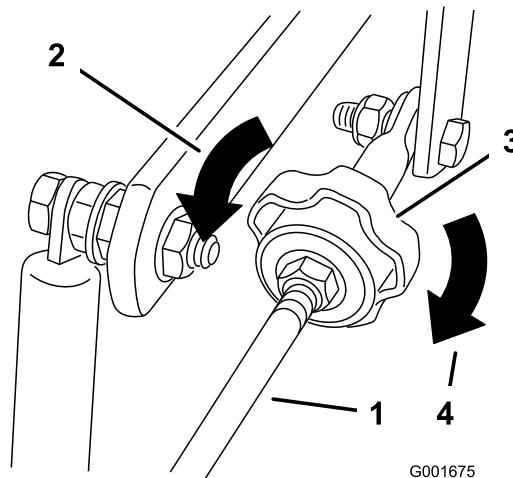

Figure 43
4. Pour que la machine tire à droite, tournez le bouton vers la droite de la machine (voir la Figure 43).
5. Pour que la machine tire à gauche, tournez le bouton vers la gauche de la machine (voir la Figure 43).